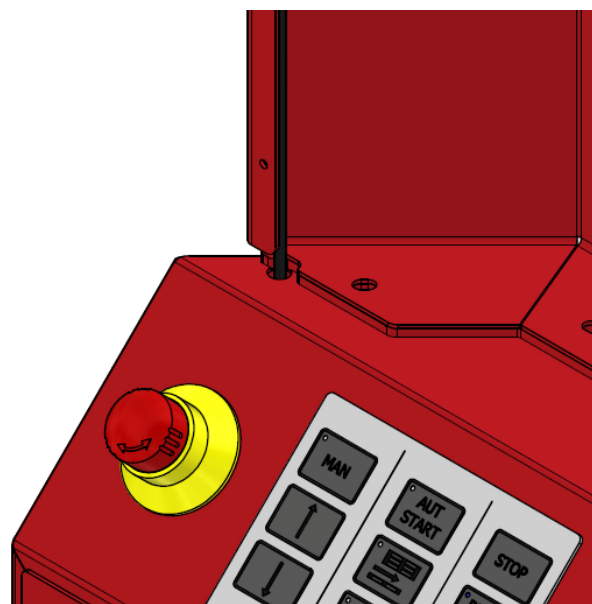

Figura 2
4. Far passare il cavo attraverso il foro sulla copertura laterale, vedere Figura 2, e più avanti per l'installazione nel quadro elettrico.